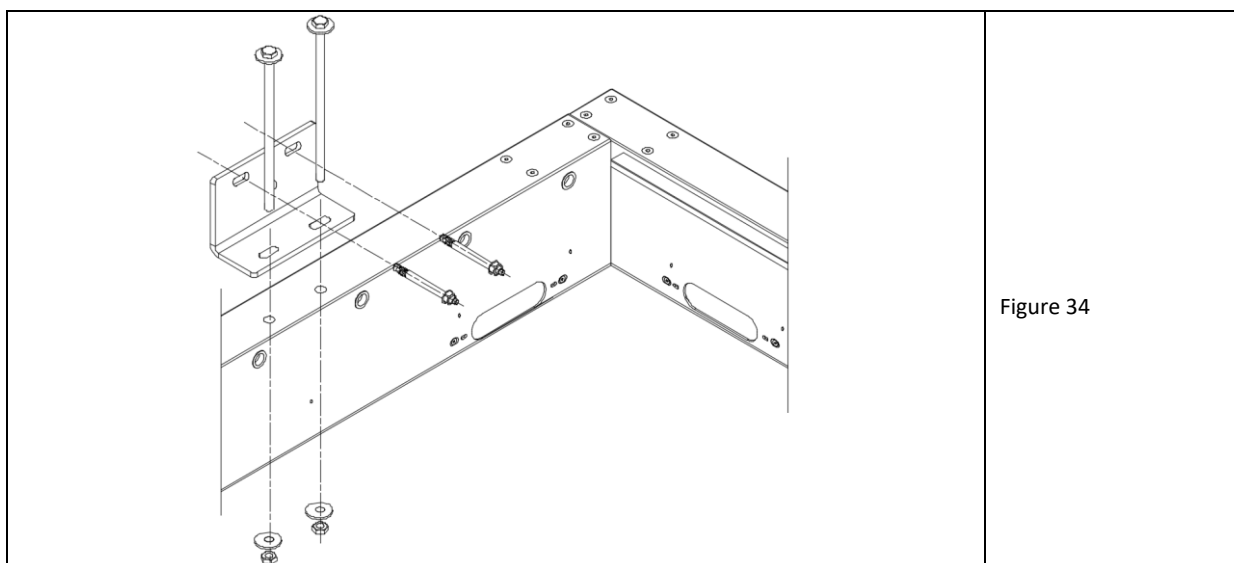

Figure 34
22. Placez les supports muraux sur les ancrages et les serrez aux poutres avec les boulons M12x240 avec rondelle et écrou autobloquant M12 (fig. 34). Fixez les supports aux ancrages. Vérifiez le nivellement de la poutre.